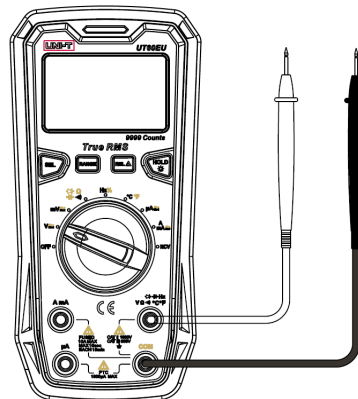

Рисунок 2
9.1. Измерение переменного и постоянного напряжения (см. рисунок 2)
9.2. Прозвонка электрических цепей (см. рисунок 2)
9.3. Измерение сопротивления (см. рисунок 2)
9.4. Проверка диодов (см. рисунок 2)
9.5. Измерение емкости (см. рисунок 2)
9.6. Измерение частоты (см. рисунок 2)
9.7. Измерение коэффициента заполнения (см. рисунок 2)